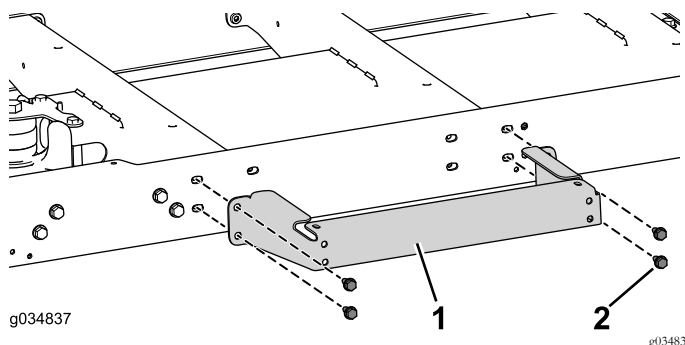

図 78
1. センターチャネルに、プラットフォームサポートを仮止めするボルト5/16 x 3/4 インチ4本を使う 図 78。